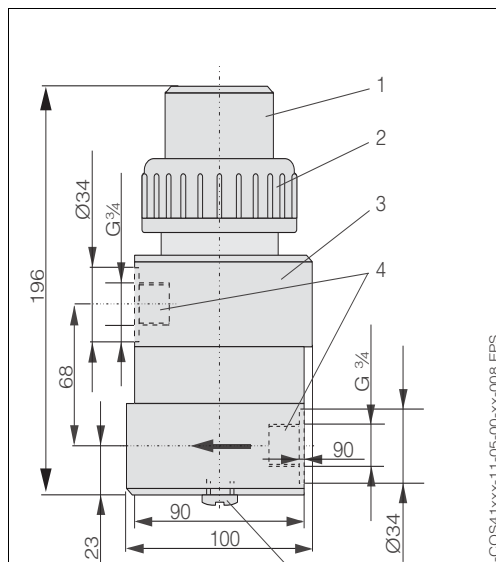
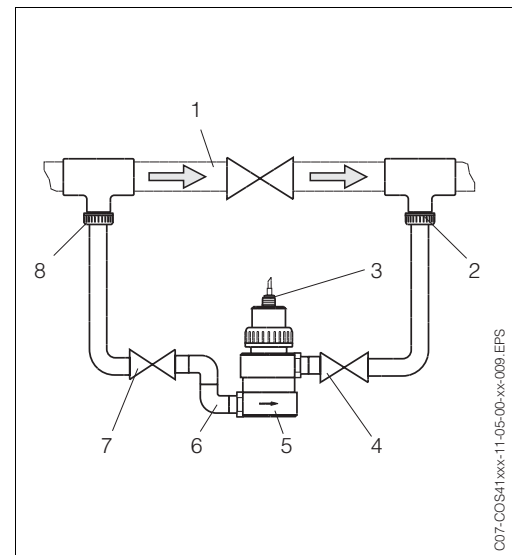

Рис. 3.11: Проточная арматура СОА 250-А
Рис. 3.12: Установка в байпасе с ручными или соленоидными клапанами
Проточная арматура СОА 250-А (Рис. 3.11) с автоматической самовентилиацией применяется для подключения к трубопроводам или шлангам. Вход расположен снизу арматуры, а выход - сверху (присоединительная резьба $G \frac{3}{4}$). Арматура может быть установлена на трубопроводе с помощью двух колен 90° (см. Рис. 3.12, Поз. 6).
- Быстрое понижение давления на измерительной точке вызывает дегазацию электролита. Это может привести к вспучиванию мембраны датчика. Избегайте таких проблем, поддерживая давление в проточной камере. В случае резкого понижения давления, например, при обслуживании трубопровода, закройте все клапаны (см. Рис. 3.12, Поз. 4 и 7) у арматуры.